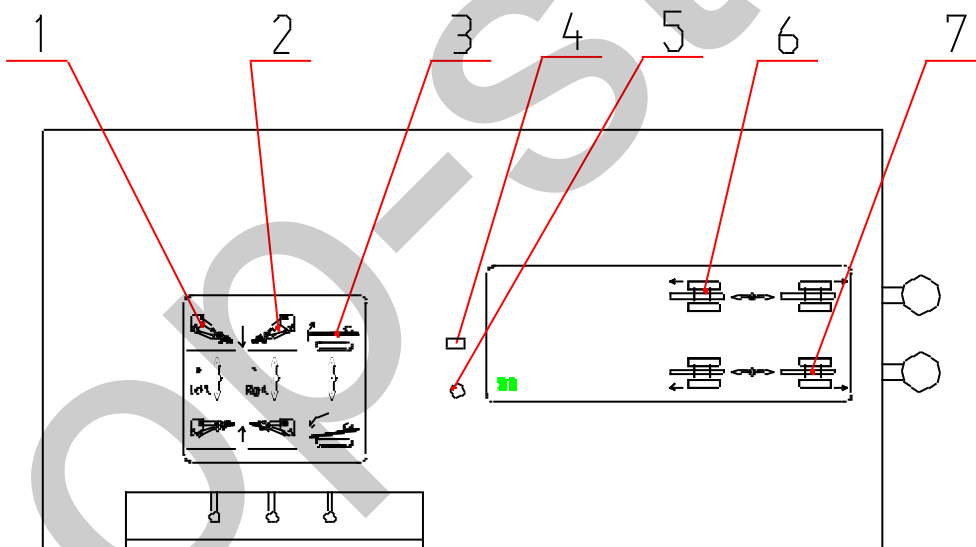

图 7 后操作台操作面板
5.1.4 后操作台操作面板如图 7 所示，其具体功能见表 5